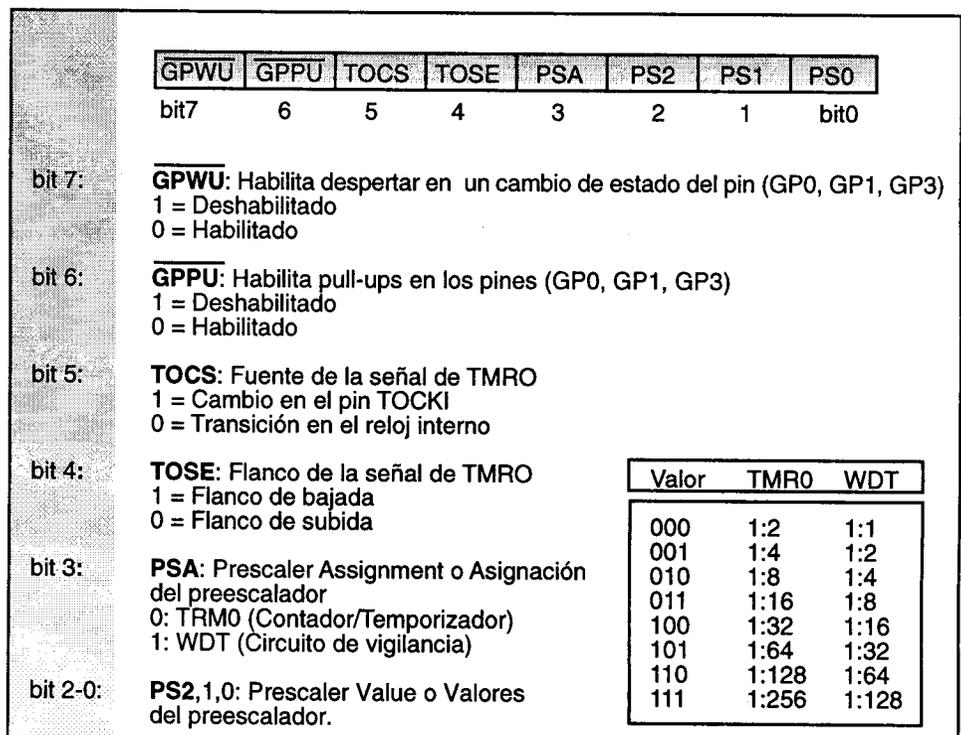

Figura 5.5. Registro OPTION
**OPTION: Registro de configuración múltiple.** Es un registro de 8 bits de sólo escritura, figura 5.5, el cual contiene varios bits de control para configurar el TMRO y la preescala del Timer/WDT. La ejecución de una instrucción "OPTION" mueve el contenido de W al registro OPTION. Cuando sucede un Reset todos los bits del registro son puestos a uno.